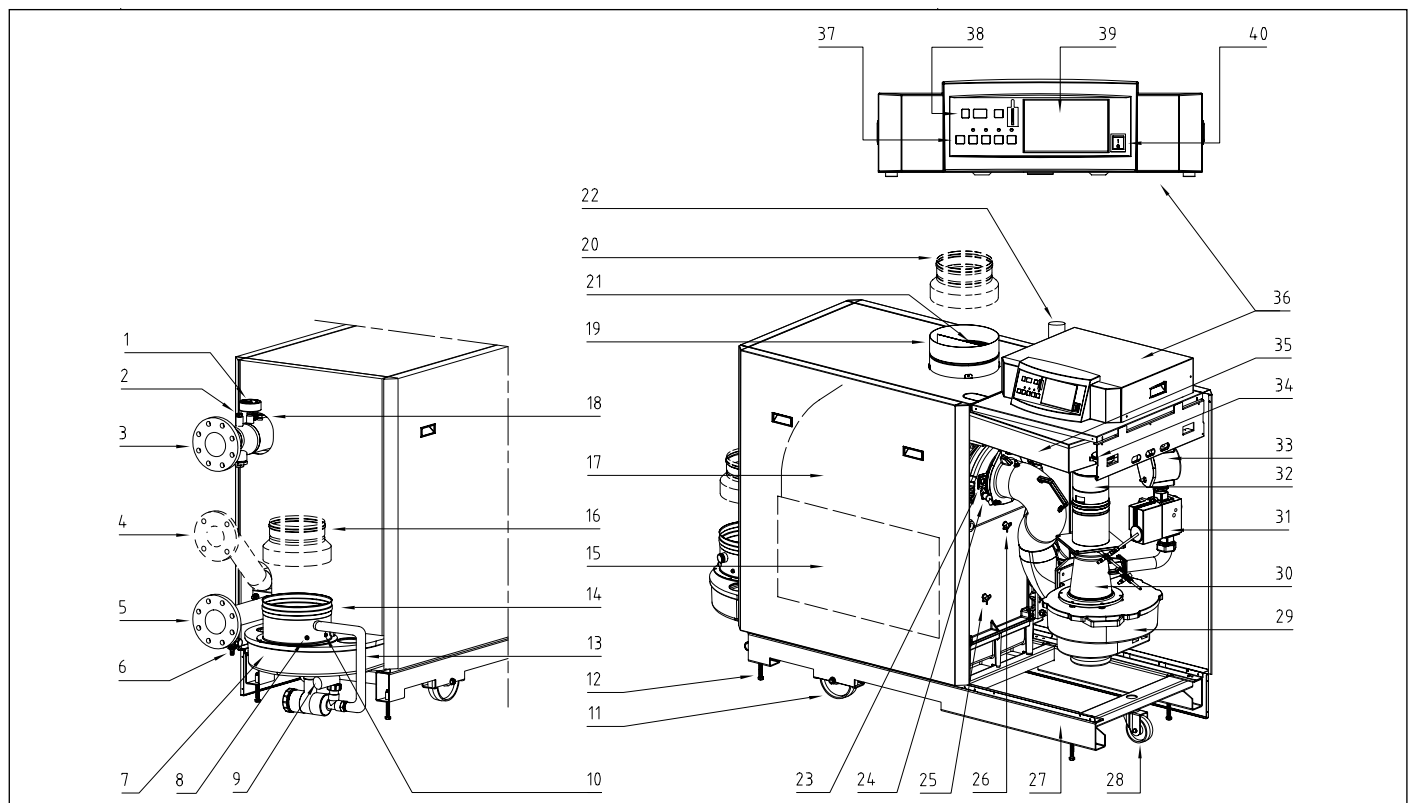

fig. 01 Coupe Remeha Gas 310 ECO
A l'entrée du ventilateur (29) se trouve le venturi (30) dans laquelle le gaz est injecté (voir fig. 01.). Lors d'une demande de chaleur le ventilateur pré-ventile. Le ventilateur aspire l'air de combustion par l'orifice d'admission d'air (19), puis l'air est mélangé dans la venturi avec le gaz provenant du bloc gaz combiné (31). Le mélange air/gaz homogène est ensuite véhiculé par le ventilateur vers le brûleur. En fonction des réglages et des températures mesurées par les sondes, la puissance de la chaudière est réglée automatiquement.